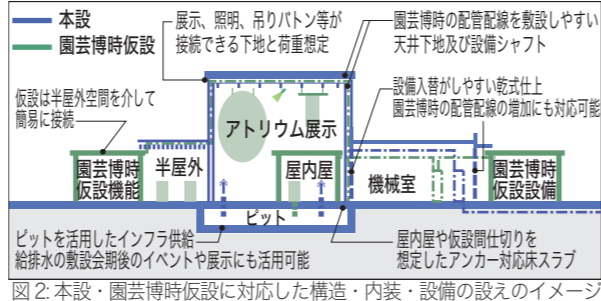

図2: 本設・園芸博時仮設に対応した構造・内装・設備の設えのイメージ
- A) 園芸博時に仮設で追加される機能は、**半屋外空間への挿入や乾式の内外壁により簡易に接続及び撤去**ができる構法を提案します。(図2)
- B) アトリウムは屋内屋設置も想定した床構造とし、展示用照明や、吊りバトン等を設置しやすい**適切な荷重設定と下地金物**を計画します。(図2)
- C) 建物内は配管配線の**撤去・新設**がしやすいピットやパイプスペース、**取出口、下地**を計画し、特にアトリウムでは一定の範囲で床取出口を設け、展示内容に応じたピットからの配管配線、給排水の追加が行いやすい設えとします。(図2)
- D) 仮設部には利用者と干渉しない**天井及び柱型等**を利用した設備供給ルート**を計画し**、安全に配慮します。(図2)
- C) ピット空間は最小限として**土工及び躯体費を縮減**します。(図2)